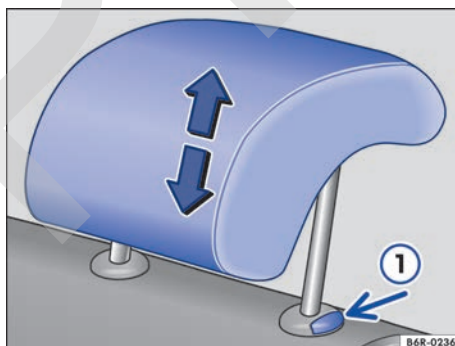

Fig. 34 Ajustar el apoyacabezas trasero.
- Empujar el apoyacabezas hacia arriba en el sentido de la flecha o, presionando el botón → fig. 34 ①, empujar hacia abajo → ▲.